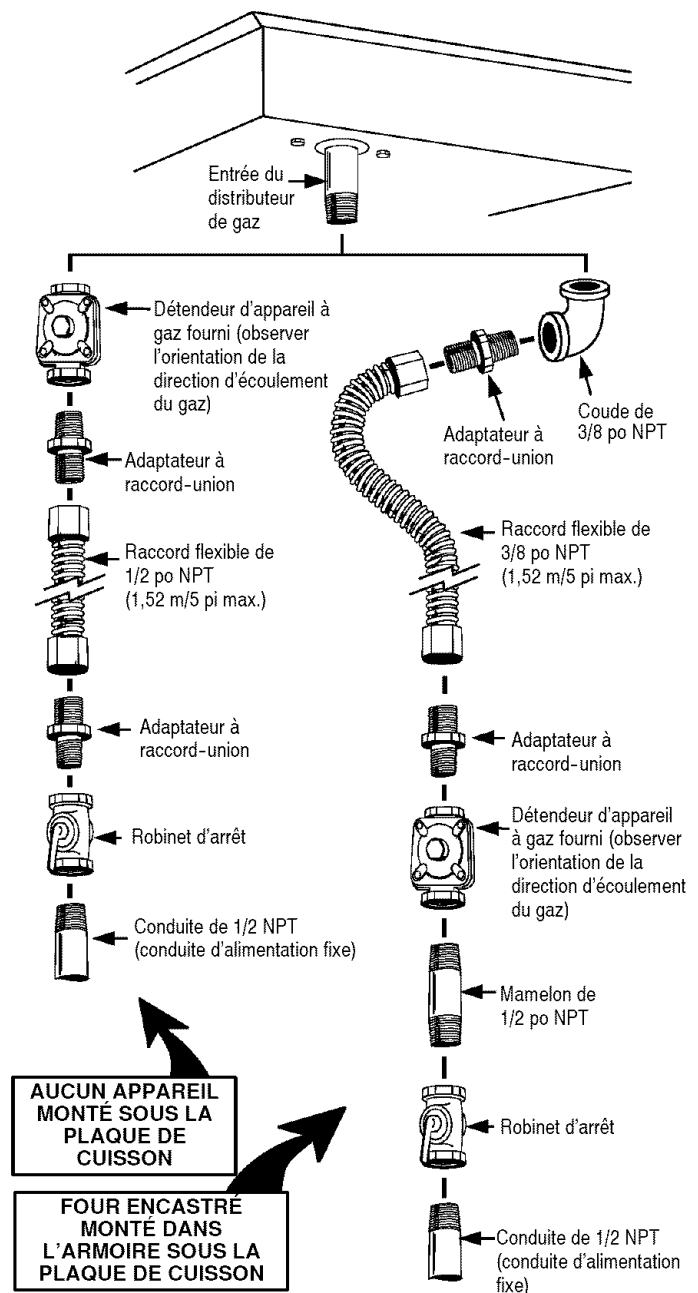

FIGURE 5
- Si la méthode alternative montrée à la figure 5 est sélectionnée, aucun raccord-union n'est nécessaire. (Le raccord flexible illustré offre les joints de raccord nécessaires pour permettre les interventions de service après-vente.) En cas de présence d'une cloison, si un raccord flexible est utilisé, il est recommandé, pour plus de commodité à la pose comme pour le service après-vente, que le raccord flexible traverse la cloison. **Tout raccord flexible utilisé avec cet appareil doit satisfaire aux conditions indiquées dans le texte qui accompagne la figure 5.**
Sauf si les codes et règlements locaux l'interdisent, un raccord flexible métallique neuf homologué A.G.A. peut être utilisé pour raccorder cet appareil à l'alimentation en gaz. Le raccord flexible ne doit pas faire plus de 1,52 m (5 pieds) de long. Tel qu'illustré à la figure 5, utiliser un adaptateur à raccord-union approprié à chaque extrémité du raccord flexible. Si un raccord flexible est utilisé, veiller à ce que le détendeur de l'appareil et le robinet d'arrêt soient raccordés solidement à une autre conduite rigide de l'appareil (conduite de gaz ou distributeur de gaz de l'appareil), de façon à conserver une position fixe. Voir l'illustration ci-dessous :